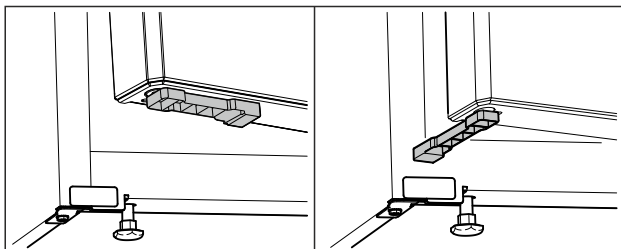

Fig. 73 *
- ▶ Поверните упор для двери на 90°. (см. Fig. 73) *